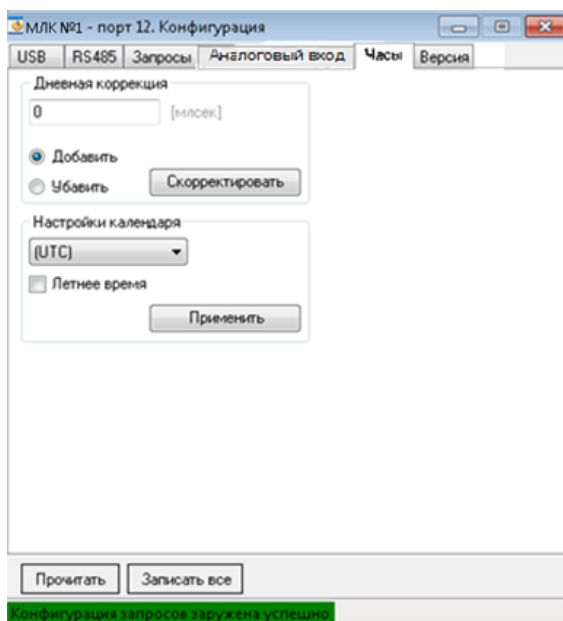

Рисунок 3.11 –Окно «Конфигурация», «Часы» контроллера в «УниКоне»
3.4.5 Вкладка «Часы» (рисунок 3.11) содержит следующий конфигурируемый параметр: